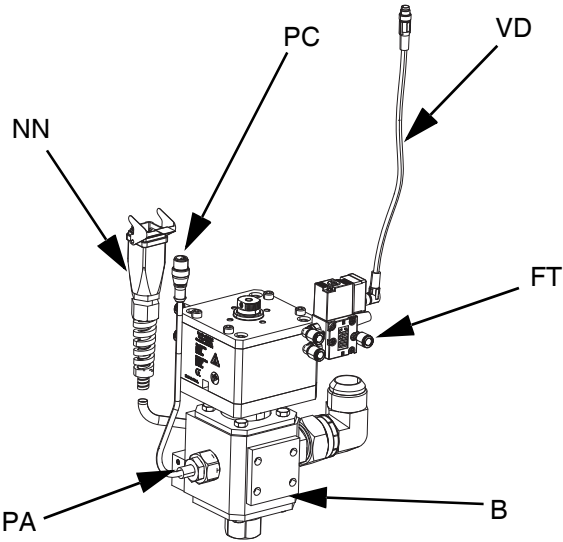

图 24
9. 将空气管线 (AR) (未提供) 连接到分配阀电磁阀上的空气配件 (FT)。参见 iQ 分配阀说明 - 零件手册。参见图 24。
- a. 将电磁阀电缆 (VC) 连接至分离器电缆的 M8 4 针端，该分离器电缆连接至电动驱动器 (AB) 的端口 4。有关单柱塞系统详细信息，请参见电动驱动器通讯接头通信，第 16 页。参见图 24。
- b. 将随附的 M8 4 针电缆 (VD) 的 90 度端连接到分配阀，并将电磁阀电缆的直端连接到 (VC)。参见图 24。
- a. 将分配阀电磁阀电缆连接至串联端子 (R) 上的串联分配阀电磁阀连接器 (YY)。
- b. 将随附的 M8 4 针电缆 (15N040) 的 90 度端连接到分配阀，并将电磁阀电缆的直端连接到 (VC)。参见图 24。
- c. 将串联端子 (R) 上 M8 4 针分离器 (TT) 的一个外螺纹端连接到与电驱动器 (AB) 的端口 4 相连的分离器电缆的 M8 4 针端，该驱动器用于柱塞 1 和柱塞 2。有关串联柱塞系统详细信息，请参见串联柱塞，第 17 页。